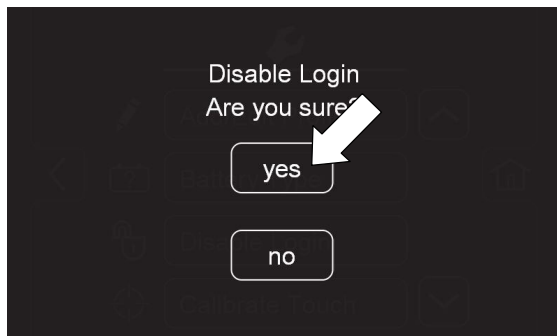

ABB. 155
- b. Drücken Sie die Taste “Ja”, um den Standard Benutzerbildschirm aufzurufen (Abbildung 155).